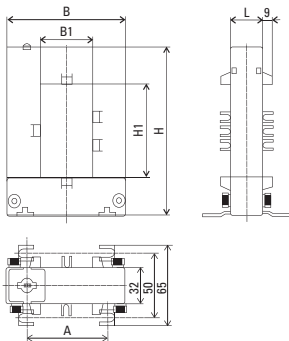

Рисунок 1
2.4 Габаритные, установочные размеры трансформаторов тока типа ТТЕ-Р представлены на рис. 1.